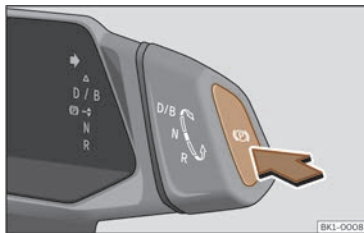

Fig. 141 En el selector de marxes: tecla del fre d'estacionament electrònic.
- Amb el vehicle aturat, premeu la tecla **(P)** >>> **fig. 141**.
- Premeu la tecla **(P)** >>> **fig. 141**. Es connecta el fre d'estacionament electrònic.